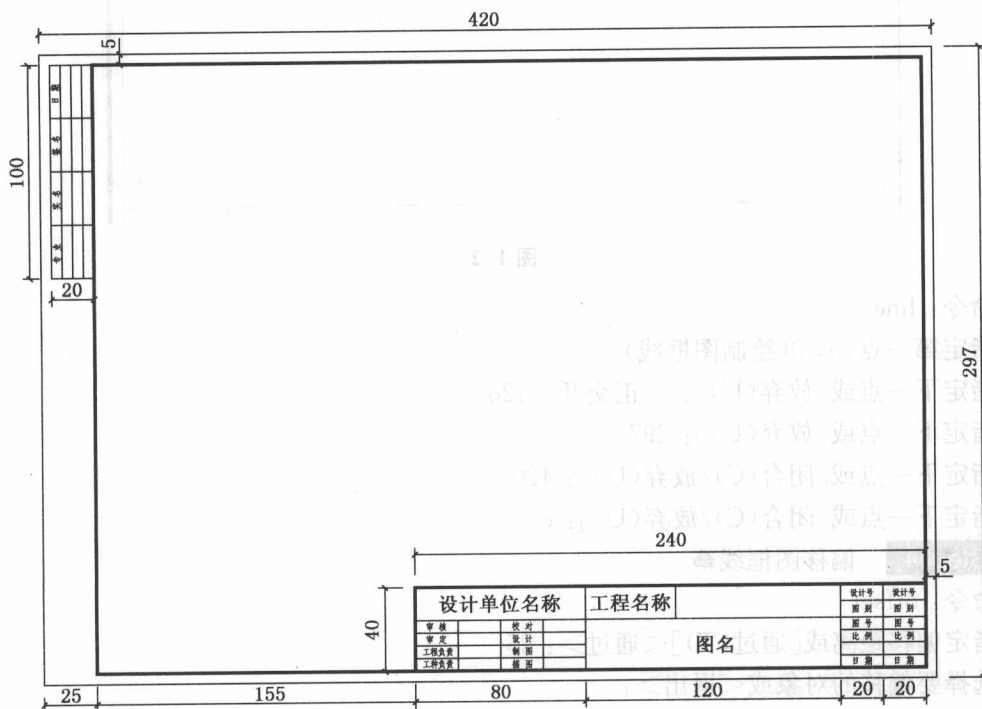

图 1-1
2. 绘制 A3 图纸,并将绘制完成的图纸作为样板保存。(如图 1-1)